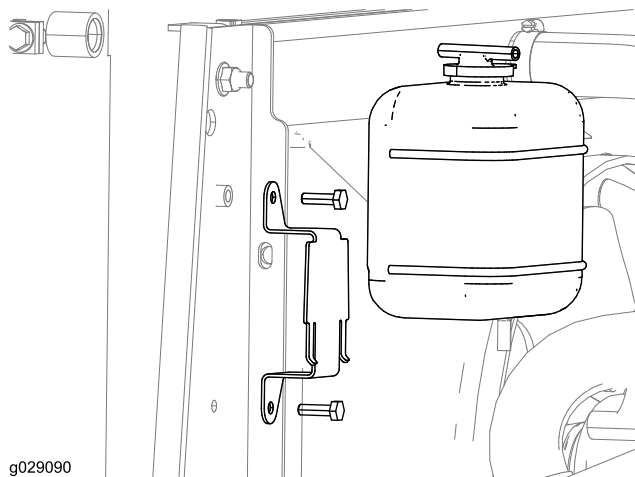

Figura 3
5. Retire o depósito de expansão do radiador e suporte da máquina como se mostra na Figura 3.